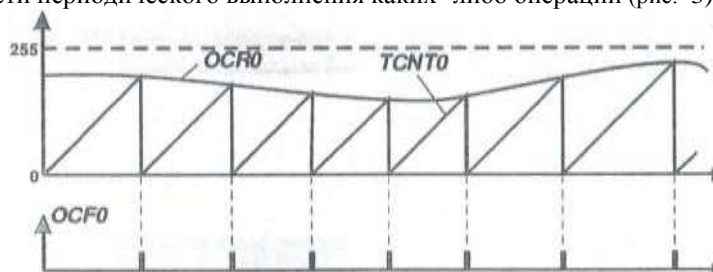

Рис. 3. Режим работы CTC (clear to compare-очистка при совпадении) таймера T0
В режиме фазового ШИМ счетный регистр TCNT0(2) формирует пилообразный сигнал развертки с нарастающим и спадающим фронтами. Сначала регистр инкрементирует свое значение от 0 до 255, а затем происходит его декремент от 255 до 0 (рис. 3, а).
Если при превышении значения, содержащимся в счетном регистре TCNT0(2), значения, содержащегося в регистре сравнения OCR0(2) происходит обнуление вывода OC0(2) таймера, то ШИМ является неинвертирующим (рис. 3, б). В противном случае ШИМ - инвертирующий (рис. 3, в).
В нормальном режиме работы счетный регистр TCNT0 изменяется от 0 до 255 и далее продолжает счет. В режиме *«очистка при совпадении»* значение уставки записывается в регистр OCR0. Когда значение счетного регистра TCNT0 доходит до уставки OCR0, регистр TCNT0 автоматически очищается, а таймер - перезапускается. Этот режим очень удобен при необходимости периодического выполнения каких-либо операций (рис. 3).